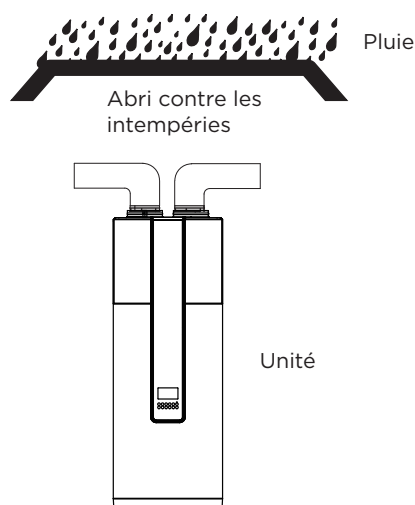

Fig.5-12
- En cas de pluie pénétrant dans les composants internes de l'appareil, le composant pourrait être endommagé ou provoquer un danger physique. (Fig.5-12)
- Concernant le raccordement de l'unité au conduit menant à l'extérieur, une mesure fiable de résistance à l'eau doit être appliquée au conduit pour empêcher l'eau de pénétrer à l'intérieur de l'unité. (Fig.5-12)